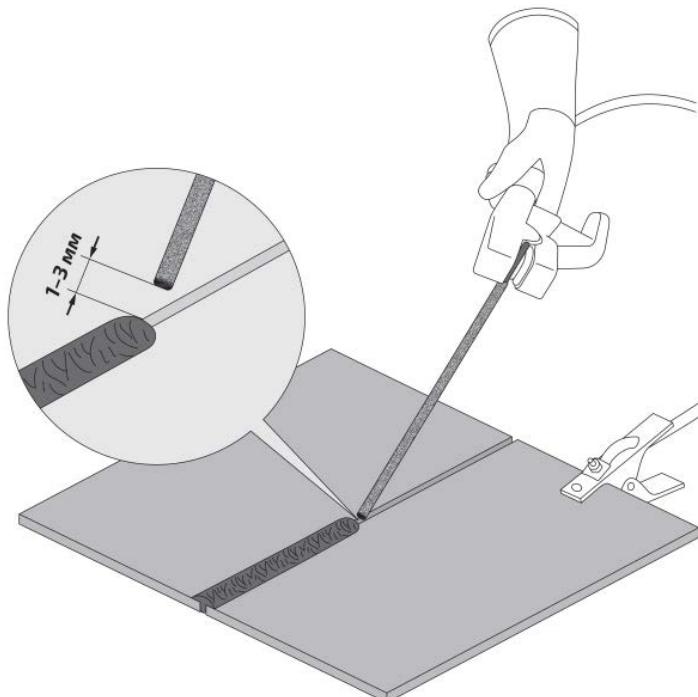

Рис. 11.7. Перед началом работы.
7. Начинайте сварочный процесс (см. рис. 11.7).
Перед началом работы не забудьте проверить следующее (см. рис. 11.7):